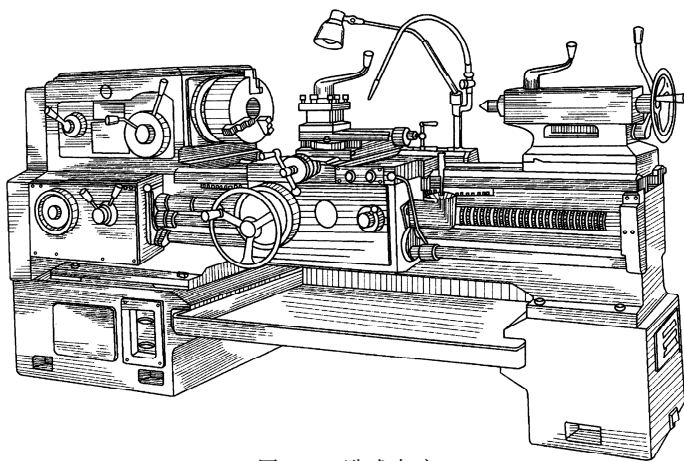

图 1-1 卧式车床
(1)卧式车床。卧式车床的通用性好,加工范围广,是基本的且应用最广的车床,如图 1-1 所示。